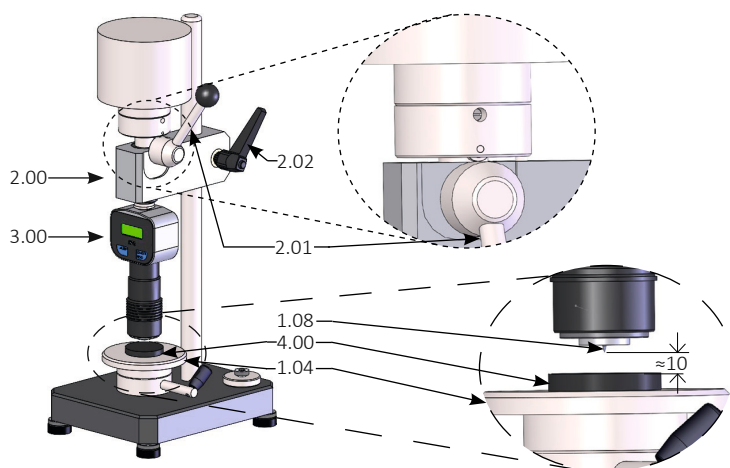

Fig. 7 Shore D, C, D0 测试方法
- › 向下匀速释放测试加载杆(2.01), 直到自带砝码不再停留在加载杆(2.01)的偏心盘上(见图7)。